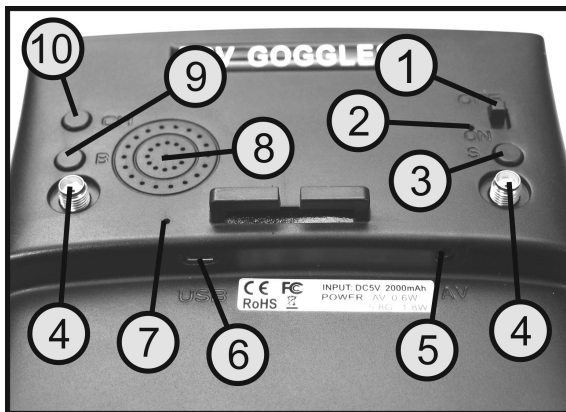
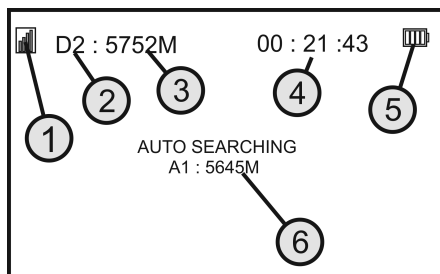

Figure 22
Figure 24
Mettez les lunettes FPV en marche à l'aide du commutateur de fonction (voir Figure 22, pos. 1). À côté du commutateur de fonction, une LED bleue s'allume (voir Figure 22, pos. 2) et vous indique l'alimentation électrique des lunettes vidéo.
Appuyez sur la touche de recherche de canaux (voir Figure 22, pos. 10) et maintenez-la enfoncée jusqu'à ce que l'indicateur de recherche (voir Figure 24, pos. 6) apparaisse sur l'écran.
Comme alternative à la recherche automatique, les lunettes du moniteur peuvent également être ajustées manuellement. Vous pouvez sélectionner les bandes de fréquences (A - F) à l'aide du bouton-poussoir de commutation de bande de fréquences (voir Figure 22, Pos. 9). Vous pouvez commuter manuellement les canaux (par ex. A1 - A8) à l'aide du bouton-poussoir de commutation de canal (voir Figure 22, Pos. 3).
À chaque pression sur la touche, la valeur de réglage change et peut être lue sur l'écran (voir Figure 24, pos. 2 et 3). Lorsque la dernière valeur de réglage est atteinte, la première s'affiche la prochaine fois que la touche est actionnée.
Appuyez brièvement sur le bouton-poussoir du menu de réglage ou de la recherche de canaux (voir Figure 22, pos. 10). L'écran affiche la valeur de luminosité et un diagramme à barre correspondant (1).
La valeur actuellement réglée peut être réduite à l'aide du bouton-poussoir de commutation de bande de fréquence (voir Figure 22, pos. 9). La valeur peut être augmentée à l'aide du bouton-poussoir de commutation de canal (voir Figure 22, pos. 3).
Pour passer au point de menu suivant et sauvegarder le réglage précédent, appuyez à nouveau sur le bouton-poussoir pour le menu de réglage ou la recherche de canaux (voir Figure 22, pos. 10).